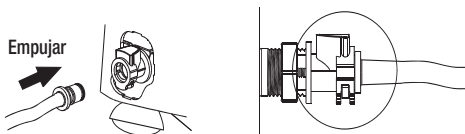

Figura 4
- Para conectar la manguera de drenaje a la unidad, presione el conector B de la manguera de drenaje al conector A. (Figura 4)